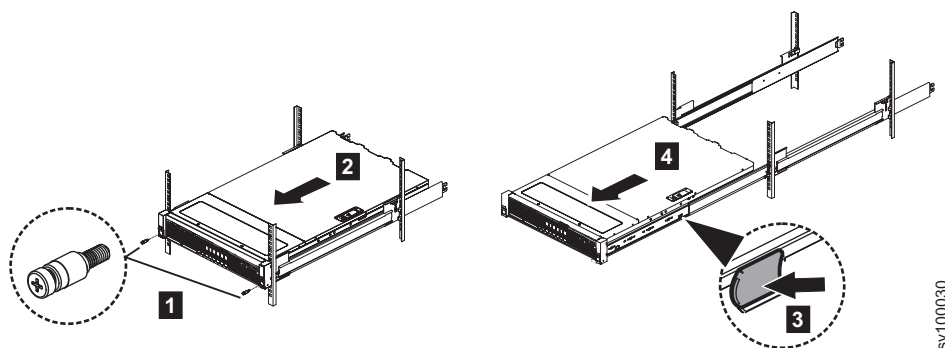

图 3. 将节点滑动出机架并拆下前螺钉
2. 可选：卸下前螺钉并将节点滑出机架，如图 3 中所示。
- a. 拧松前 M6 螺钉并将其卸下 (1)。
- b. 稍微向前滑动节点 (2)。
- c. 向前拉动断开滑锁 (3)。
- d. 继续向前滑动节点即可操作电缆管理臂 (4)。